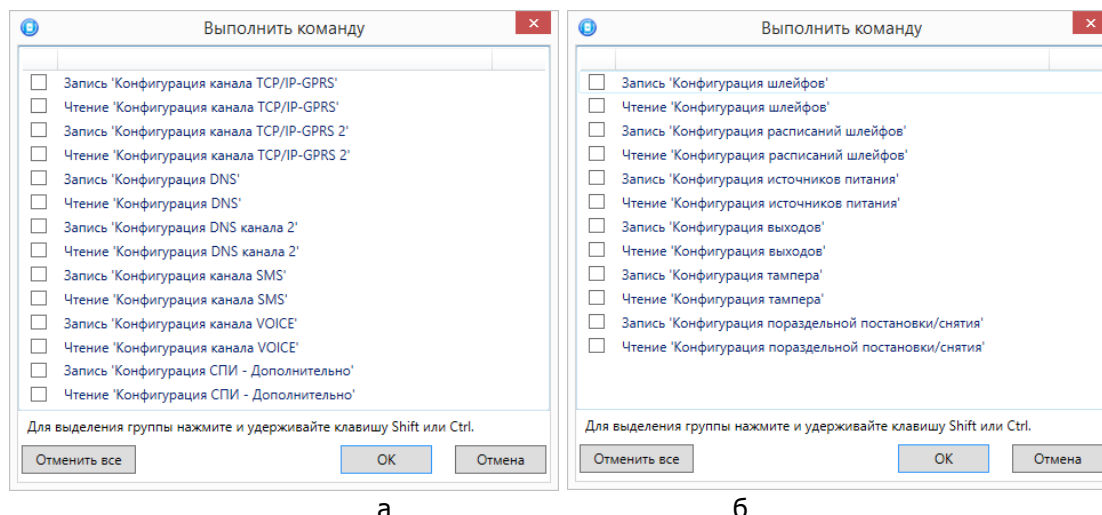

Рисунок 4.44 — Окно *Выполнить команду* (а — конфигурация ПОО, б — конфигурация ППК)
- *Выполнить команду:* открытие окна *Выполнить команду* (см. рисунок 4.44), с помощью которого могут быть записаны или считаны отдельные группы параметров (актуально при медленной скорости передачи данных или тарификации по объему передачи данных).